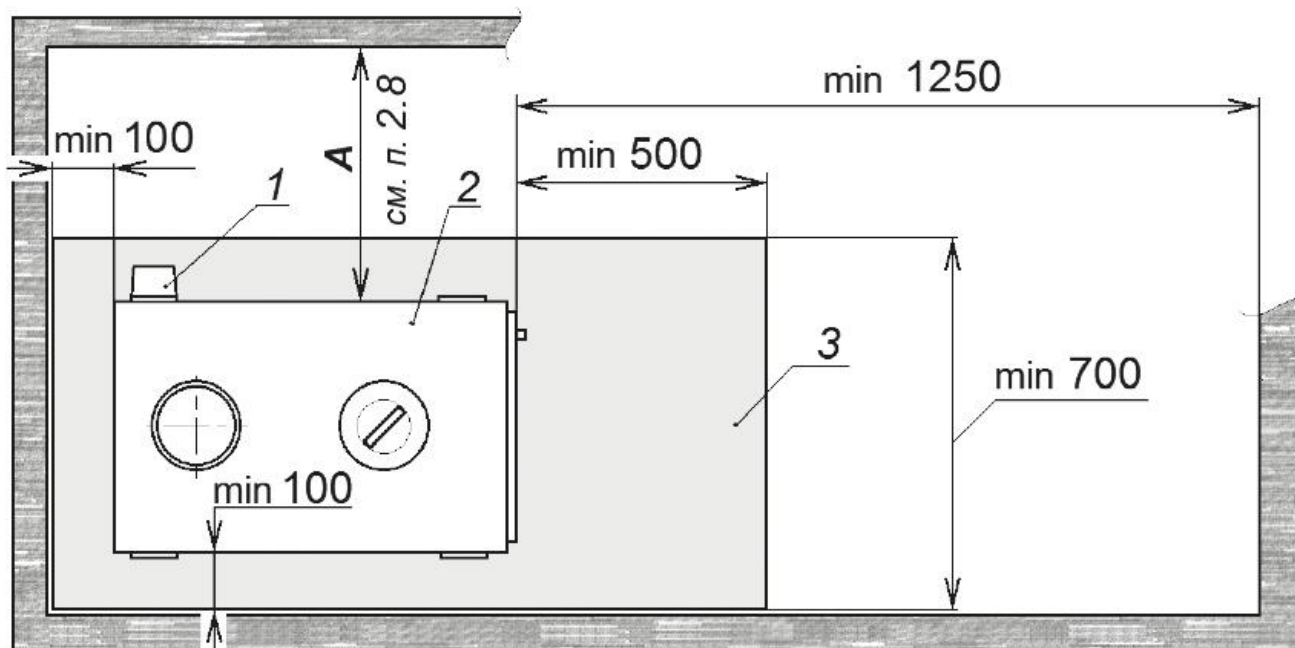

Рисунок 1. Установка котла в помещении (вид сверху):
2.8. Если в котле используется блок ТЭНов (ТЭНБ), то размер А (см. рис.1) должен быть не менее 600 мм. Такое расстояние требуется для подключения, обслуживания и замены ТЭНБ.